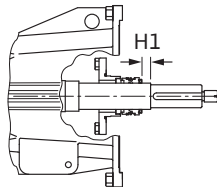

Fig. 31: Vyhotovenie s mechanickou upchávkou
- Fixačný krúžok 5.3 posuňte na hriadel'a namontujte pri zohľadnení inštalačného rozmeru H1 a ťahovacieho momentu (pozri Fig. 31 a tab. 9).